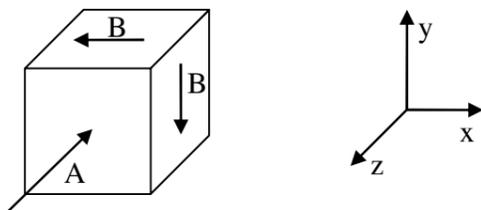

Figura 2: Elemento di verifica e suo sistema di riferimento.
- 2) Per un concio sollecitato come in Figura 2, si determini il tensore degli sforzi e si effettui la verifica di resistenza statica, considerando un materiale fragile con carico di rottura a trazione R_m e a compressione R_c .